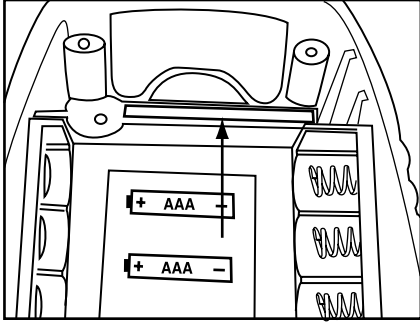

Fig. 38
- 5. Asegúrese que el “contactor” esté en la posición correcta (Fig. 38). Coloque el sensor de repuesto y vuelva a colocar los tornillos.